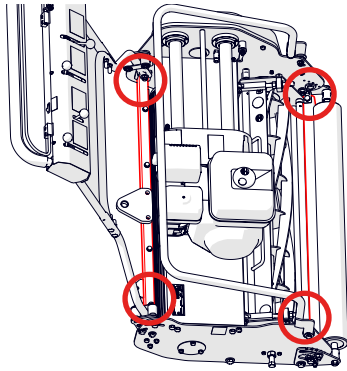

Fig.25. Puntos de anclaje para transporte.
- Ancle la máquina al suelo o al palet utilizando unas correas de fijación adecuadas. Ánclela pasando las correas alrededor de las barras de unión delanteras y traseras (que aparecen resaltadas en rojo en la Fig. 25).